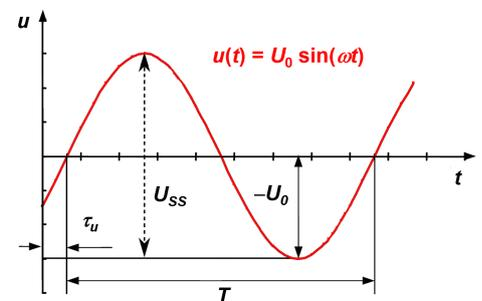

Abbildung 5: Sinusförmige Wechselspannung
- Bestimmen Sie für eine beliebige Einstellung des Funktionsgenerators die Merkmale der Wechselspannung (Abb. 5) mit dem Oszilloskop. Messen Sie die Spitzen-Spitzen-Spannung U_{SS} , die Amplitude U_0 und die Frequenz $f = 1/T$. Stimmen die Werte mit den Skalenwerten des Funktionsgenerators überein? Wie groß ist τ_u ?
Stellen Sie zunächst in der Schaltung nach Abb. 5 beide Wechselspannungen etwa gleich groß auf dem Schirm dar und schalten Sie dann auf x-y-Betrieb. Verändern Sie die Frequenz des Funktionsgenerators.